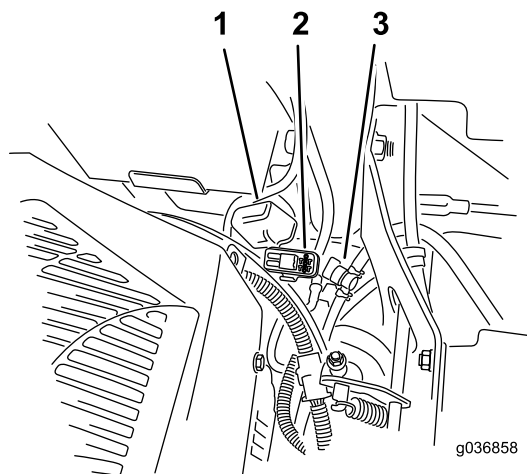

Figure 48
Les fusibles sont situés sur la console droite, près du siège (Figure 48).
2. Remplacez le fusible (Figure 48).